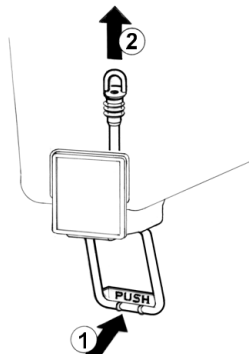

figura 2
- 5 **Grifo con tubo de goma:** empujar la palanca mando grifo (1) y sacar (2) el tubo goma de salida desde su situación vertical en el fondo del contenedor (ver figura 2).